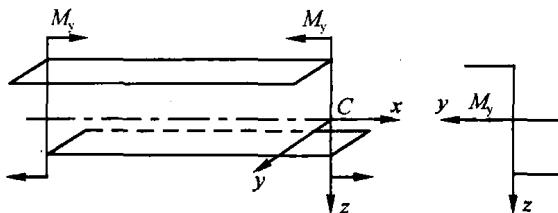

图 12-4
**例 12-4** 图 12-4 为 Z 字形截面细长杆, 在  $xOz$  平面内作用着力偶  $M_y$ 。已知截面图形对通过形心  $C$  的  $y, z$  轴的惯性矩  $I_y, I_z$  及惯性积  $I_{yz}$ 。试根据平面变形假设直接推导弹性范围内的弯曲正应力公式(推导过程中不能应用平面弯曲正应力公式)。